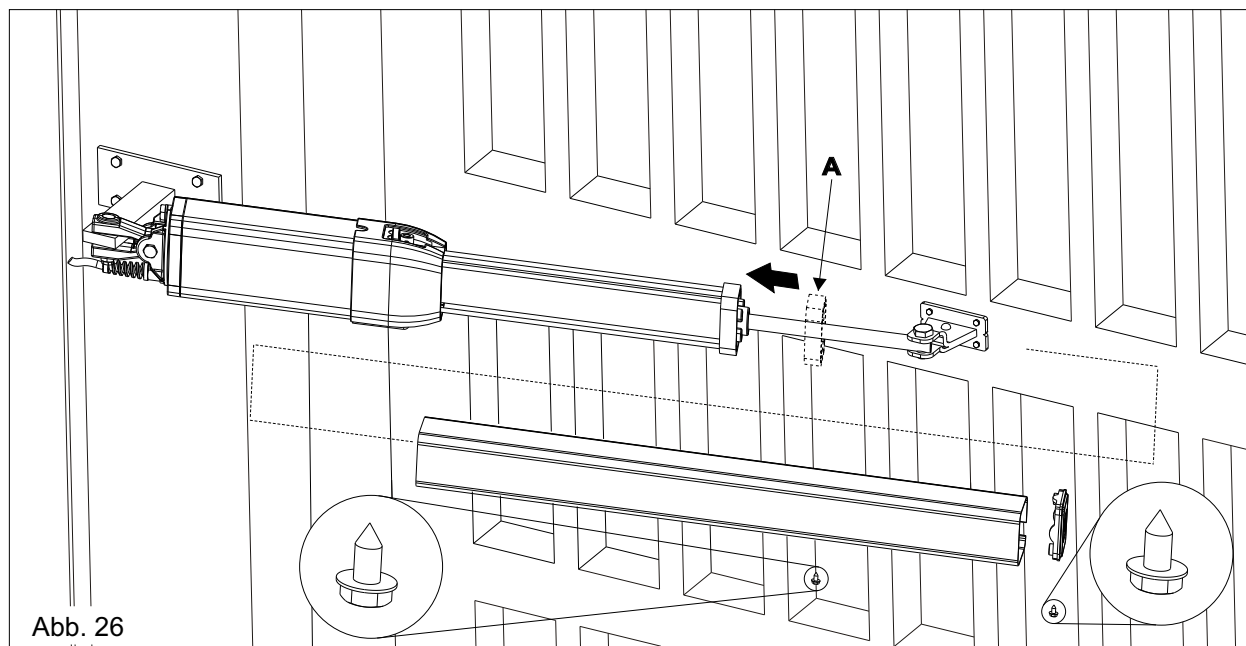

Abb. 26
Vor Installation der Kolbenabdeckung (Abb. 26), muss der Antivibrationsrahmen aus Plastik eingeführt werden (A)